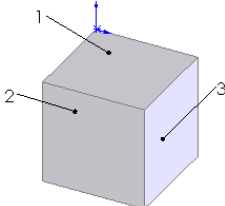

图 3-126 拉伸的图形
**03** 拉伸实体。在菜单栏中选择“插入”→“凸台/基体”→“拉伸”命令,或者单击“特征”工具栏中的“拉伸凸台/基体”图标按钮,将上一步绘制的草图拉伸为“深度”为 60 的实体。结果如图 3-126 所示。
05 设置属性管理器。在“厚度”一栏中输入 10mm；在“移除的面”一栏中，选择图 3-126 中的面 1。
01 重复去除模型面抽壳的步骤，绘制如图 3-126 所示的图形。
01 重复去除模型面抽壳的步骤(1)~(3)，绘制如图 3-126 所示的图形。
**03** 设置属性管理器。在“参数”复选框的“厚度”一栏中输入 10mm；在“移除的面”一栏中，选择图 3-126 中的面 1。在“多厚度设定”复选框的“多厚度面”一栏中，选择图 3-126 中的面，然后在“多厚度”一栏中输入 20mm；重复多厚度设定，将图 3-126 中的面 3 设定“多厚度”一栏中输入 30mm。